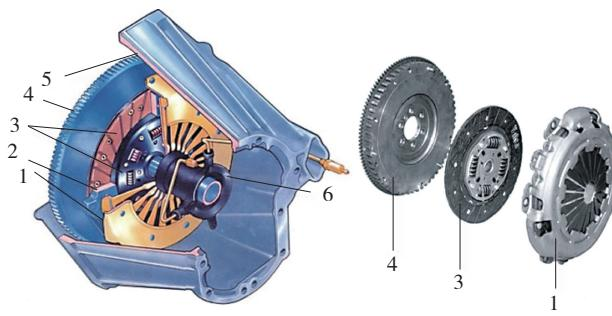

图 1-1-3 单片离合器
(2) 根据从动盘的数目不同，分为单片离合器（图 1-1-3）和双片离合器。单片干式离合器对应一般车辆已经足够了，但是对于动力更强的载货车或者轨道车辆，还需要双片干式离合器，它多了一套离合器摩擦片，扭矩容量也更大，如图 1-1-4 所示。